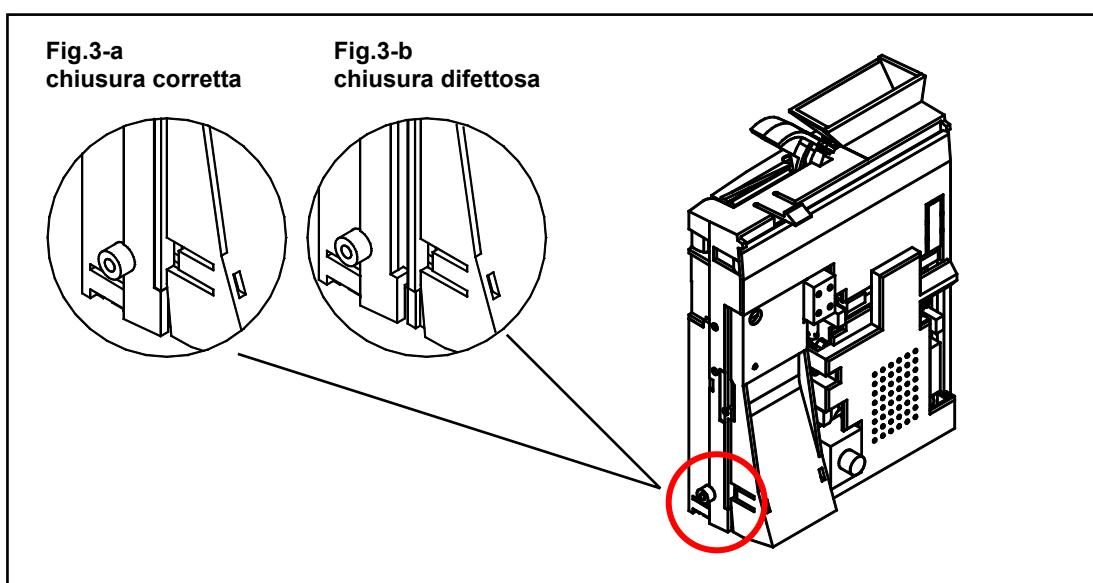

Fig.3
- Controllate che la parte inferiore sia chiusa, come in **Fig.3-a**; un aggancio difettoso è quello evidenziato in **Fig.3-b**.